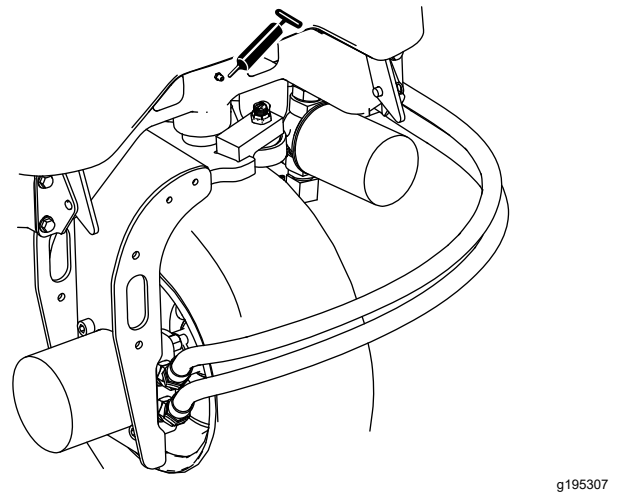

Figura 35
- Pivote de dirección (Figura 35)